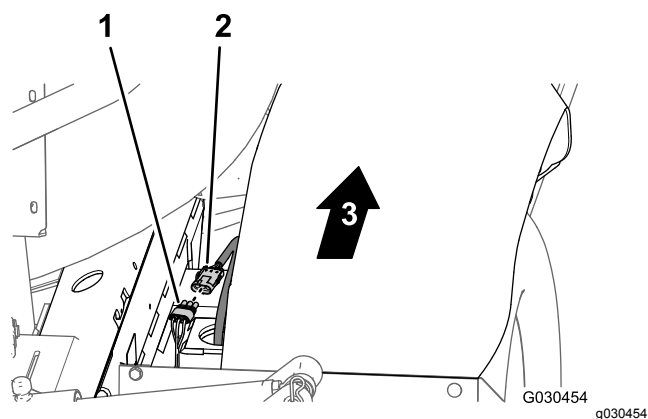

Figura 54
1. En la parte trasera de la máquina (entre el larguero derecho del bastidor y el guardabarros derecho), desconecte el conector de 3 pines del arnés del sensor de velocidad del motor de tracción hidráulica derecha del conector hembra de 3 vías del arnés principal trasero (Figura 54).